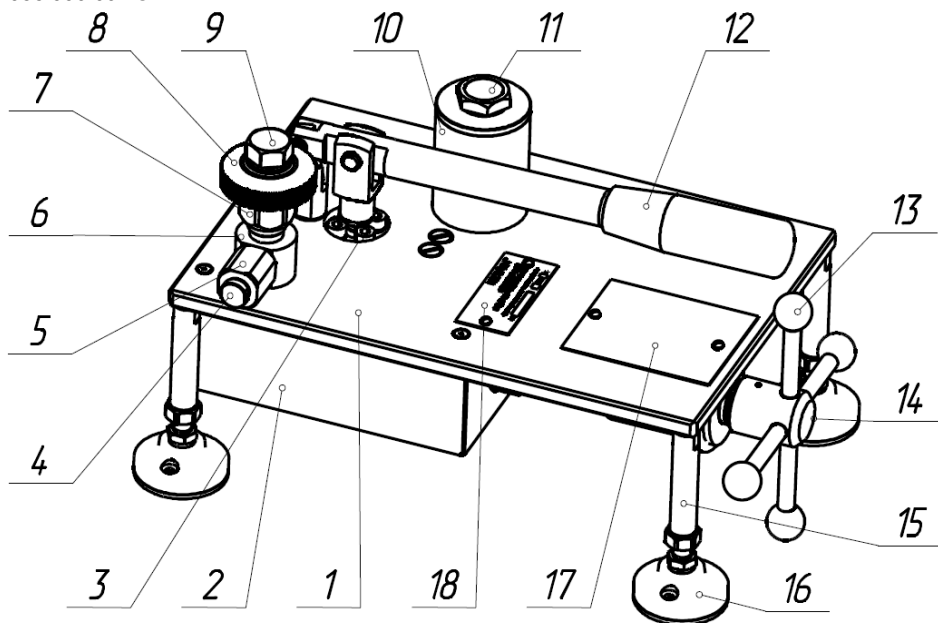

Рисунок 1 – Гидропресс П-70-К
- открутить пробку (поз. 11, рис. 1), обеспечив поступление воздуха в емкость (поз. 10);
Подсоединить к штуцеру (поз. 6, рис. 1) гидропресса эталонный прибор с приведенной погрешностью не более  $\pm 1\%$  и верхним пределом измерений (ВПИ) не более 100 МПа (например манометр МТИ-1217-100 МПа-1 ГОСТ 2405 или ТУ 25-05-1481-77), заглушить штуцер (поз. 5, рис. 1) линии высокого давления пробкой (поз. 4, рис. 1), создать давление равное 70 МПа, выдержать под давлением 10 мин. Падение давления, в последующие 5 мин. не должно превышать 1,5 % от созданного давления при допустимом изменении температуры окружающего воздуха не более  $\pm 0,2$  °С.